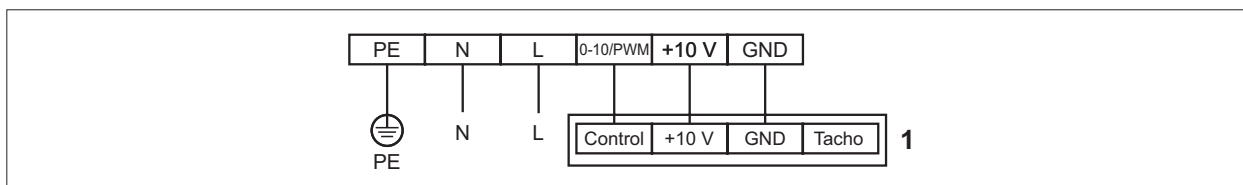

Рис. 6.1 Схема соединений бесступенчатого регулятора частоты вращения 0 - 10В
- ▶ Рис. 6.1 Схема соединений бесступенчатого регулятора частоты вращения 0 - 10 В См.